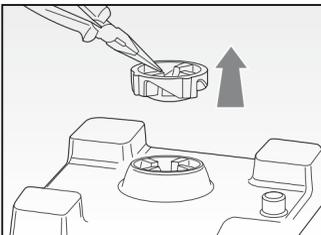

Fig. 8
- quitar la taza (C) del cuerpo motor (E);
- utilizando una pinza, quitar la junta original (fig. 8);